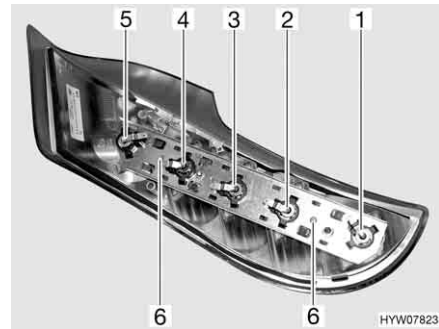

Fig. 127 Luci posteriori (lato posteriore)
- Svitare le due viti Torx (Fig. 127,6) del listello di supporto poste sul lato posteriore dell'involucro.